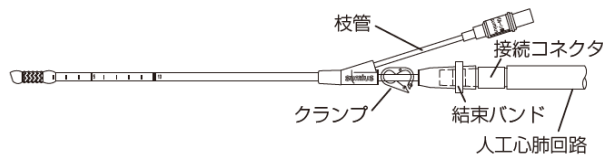

図5
7. 送血ポンプより血液を送血し、カテーテル内の空気を追い出す。カテーテルを閉塞させる場合は本品に設置されているクランプを使用し、それ以外のクランプや鉗子等で閉塞させないこと。(図 5)